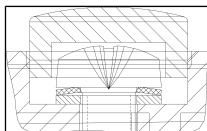

Abb.6: Ausrichtung der Tellerfeder
i Zur Anordnung von Tellerfedern (7) und Scheibe (8) sowie zur Ausrichtung der Tellerfeder siehe Abb. 6.
12. Montieren Sie die Schraubenabdeckungen (5).